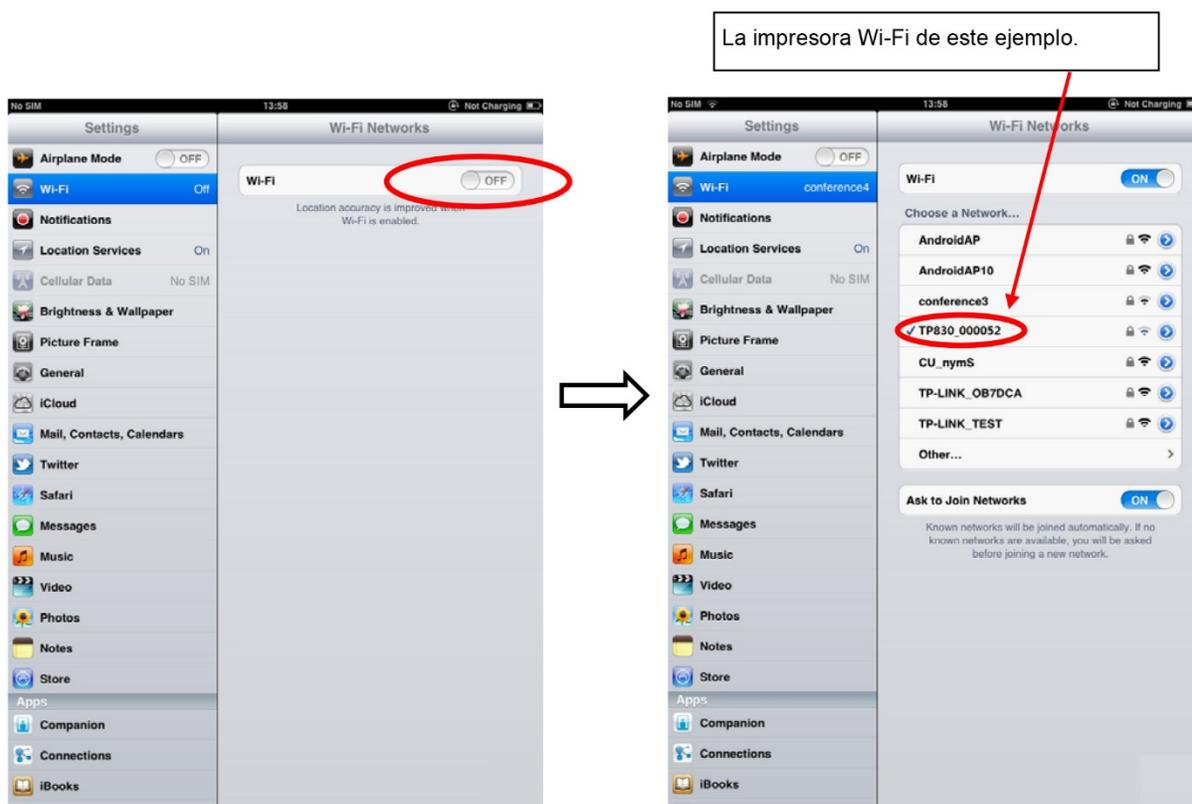

Figura 3
2. Haga clic en "Settings" y aparecerá la interfaz. Seleccione "ON" en la función "WLAN", haga clic para conectar en la impresora Wi-Fi buscada por el teléfono móvil. El nombre predeterminado de la impresora Wi-Fi está compuesto de "el modelo de la impresora + 6 números y letras" (Como se muestra en la Figura 3).